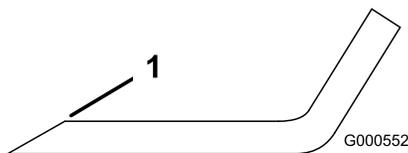
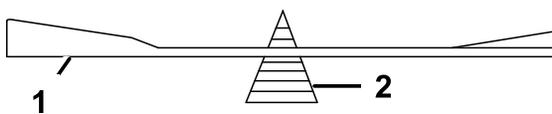

Figure 48
Figure 49
1. Au moyen d'une lime, aiguissez les tranchants aux deux extrémités de la lame (Figure 48). Veillez à conserver l'angle de coupe d'origine. Limez la même quantité de métal sur chacun des deux tranchants pour ne pas déséquilibrer la lame.
2. Vérifiez l'équilibre de la lame en la plaçant sur un équilibreur (Figure 49). Si la lame reste horizontale, elle est équilibrée et peut être utilisée. Si la lame est déséquilibrée, limez un peu l'extrémité de l'ailette seulement (Figure 48). Répétez cette procédure jusqu'à ce que la lame soit équilibrée.